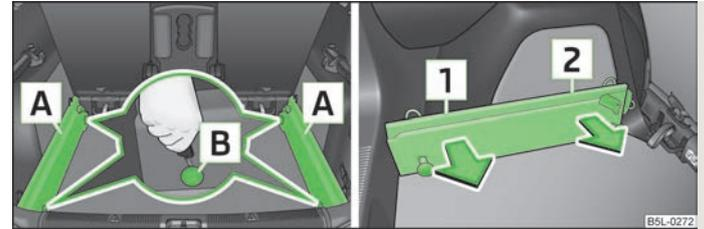

Abb. 61 Sicherungspunkte lösen / Tragschienen herausnehmen
- › Die Sicherungspunkte **B** » Abb. 61 an den Tragschienen mit dem Fahrzeugschlüssel bzw. mit einem flachen Schraubendreher lösen.